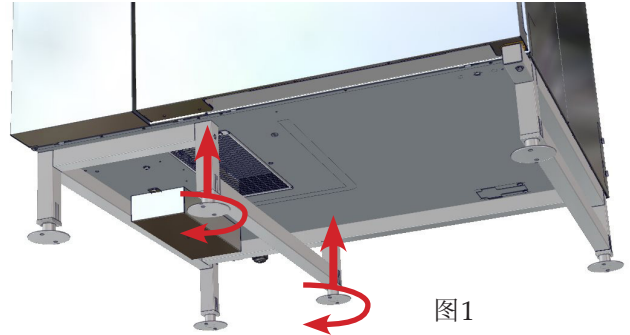

图1
1. 一旦装置被正确安放在通风罩系统下方，请将装置**向上**抬离地面，然后顺时针（**向上**）旋转两个中间调节支脚，直到支脚比四个外侧支脚短（请参见图1）。